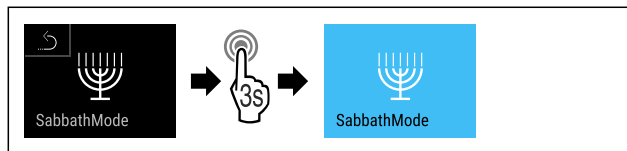

Fig. 71
- Udfør handlingstrinene (se Fig. 71).